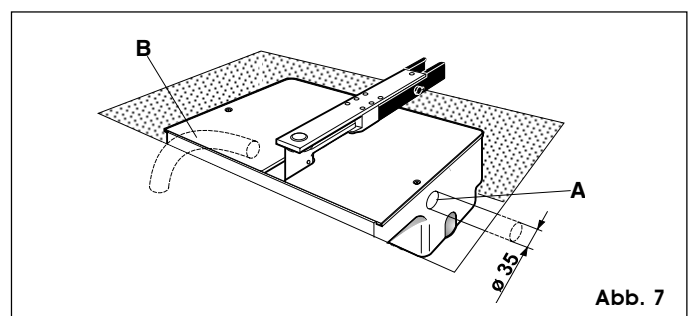

Abb. 7
- 3) PVC-Kabelführung mit 35 mm Durchmesser für 4-poliges Elektrokabel zum elektronischen Steuergerät verlegen (Abb. 7 Bez.A).
Ferner wird die Verlegung eines Regenwasser-Drainagerohrs bis zur nächsten Abwasserleitung empfohlen (Abb. 7 Bez.B).